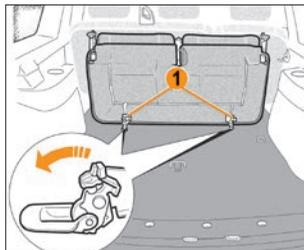

Рис. 2.3.5. Защелки крепления сиденья третьего ряда
- разблокируйте защелки **1** (рис. 2.3.5);